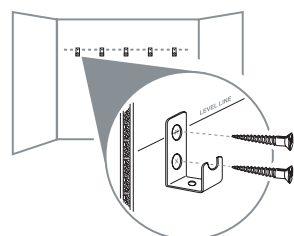

FIG. 4.2
6. Centrer le trou de vis supérieur sur le crochet en L avec le trait de niveau sur le mur et fixer les crochets en L au mur avec des vis n° 8 de 1-1/2 pouces (Fig. 4.2).